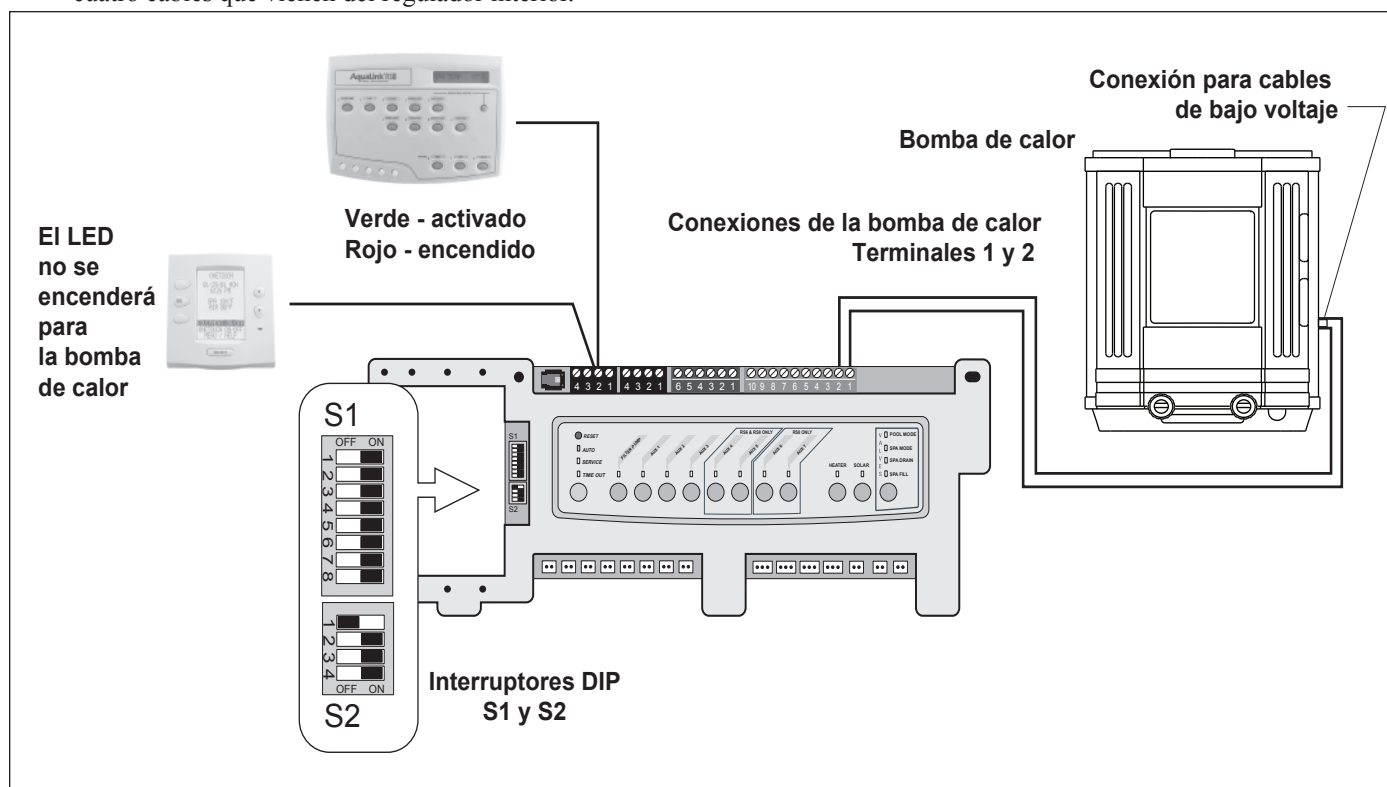

Figura 13. Cableado AquaLink RS a Bomba de Calor AE-Ti
3. Ponga el DIP S2-1 (el conector #1 del interruptor DIP de 4 posiciones) en la posición “ON” (Encendido) (véase la figura 13).